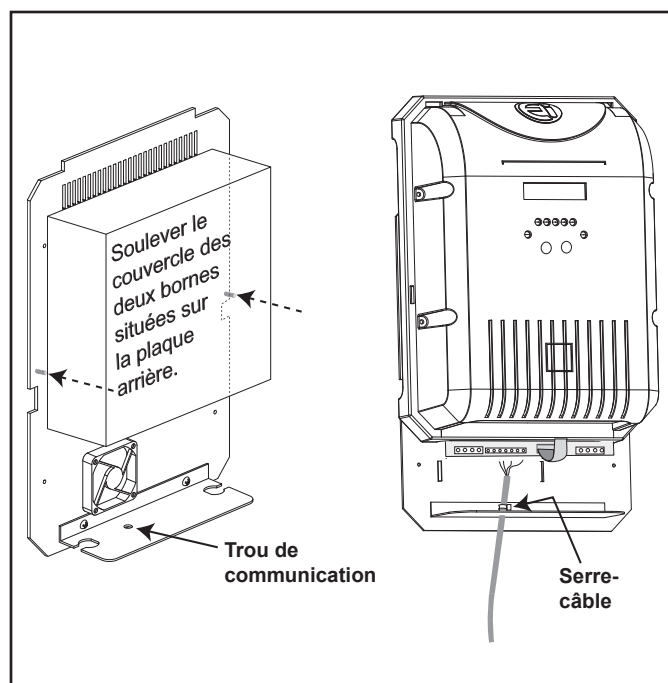

Figure 24. Accès et câblage à la carte de circuit imprimé
3. Retirer le bouchon blanc qui recouvre le trou des communications (Voir Figure 24).